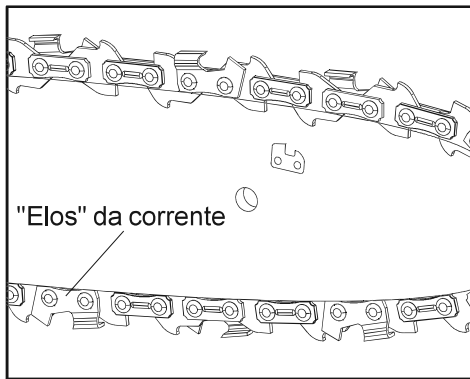

Fig. 6
1. Coloque o produto sobre uma superfície plana adequada, com a cobertura da motosserra (15) voltada para si.
2. Verifique a tensão da corrente utilizando uma mão para levantar a corrente (12) contra o peso do produto. A tensão correta da corrente é alcançada quando é possível elevá-la aproximadamente 2 - 4 mm acima da guia (13) no centro (Fig. 6, 7).